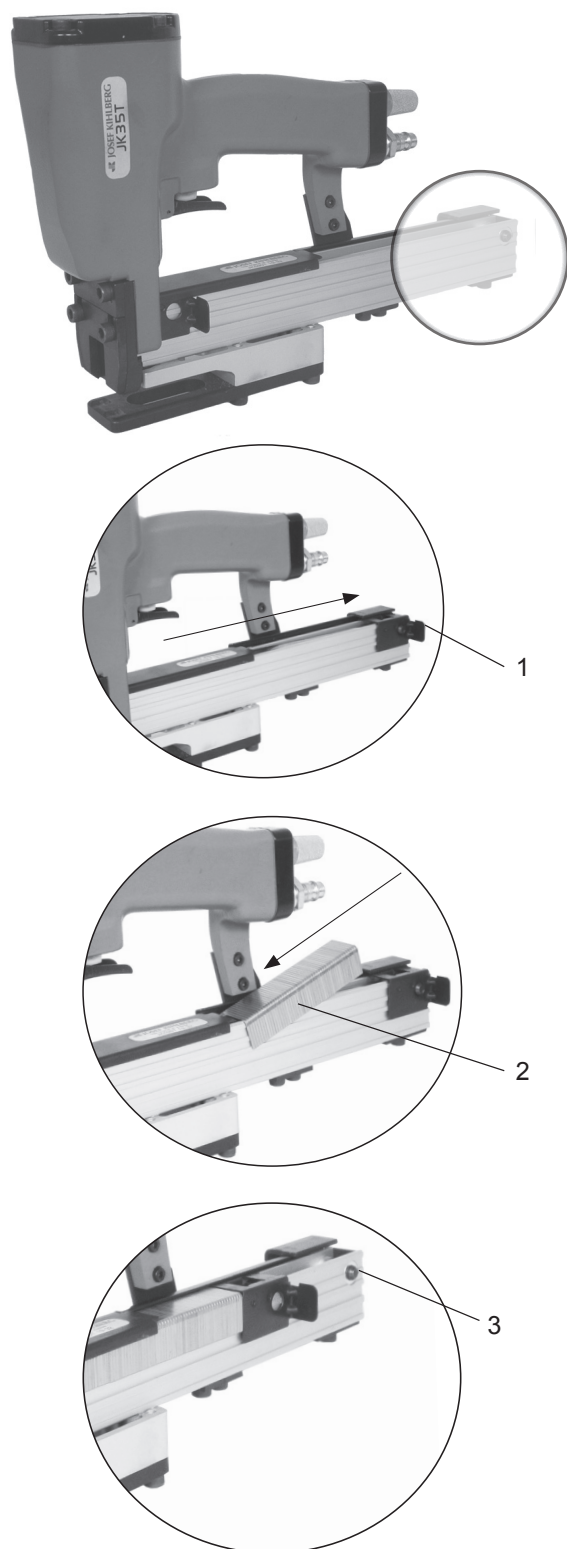

Fig. 5
1. Positionnez le poussoir au bout (Fig. 5/1).